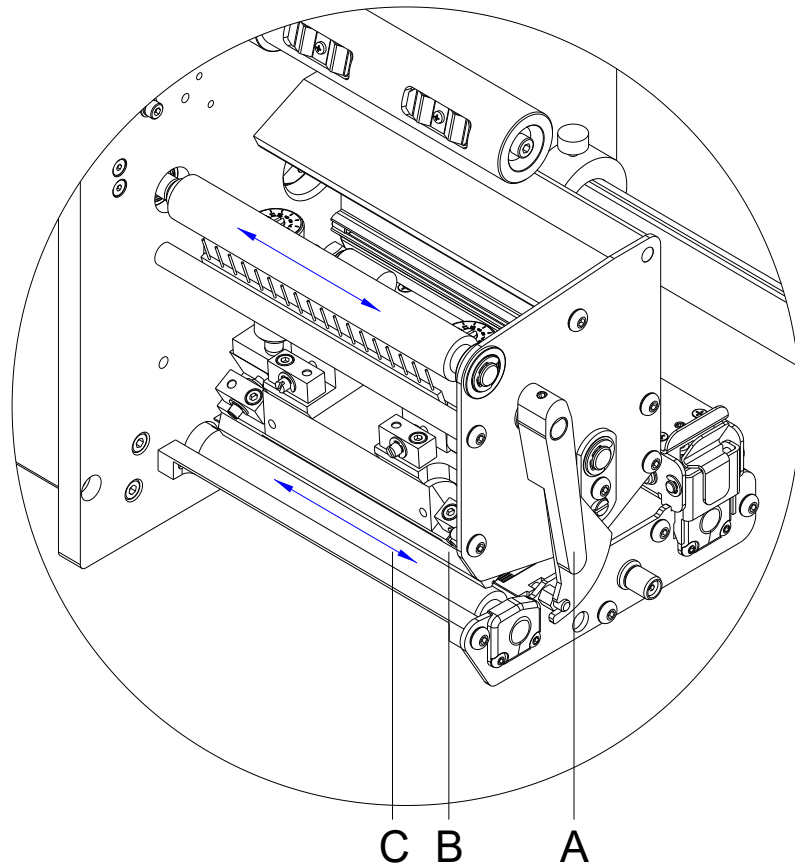

Figura 25
2. Ruotare la leva (A, in Figura 25) in senso antiorario per sollevare la testina di stampa.
7. Per abbassare la testina di stampa, ruotare in senso orario la leva (A, in Figura 25) fino all'arresto in posizione.